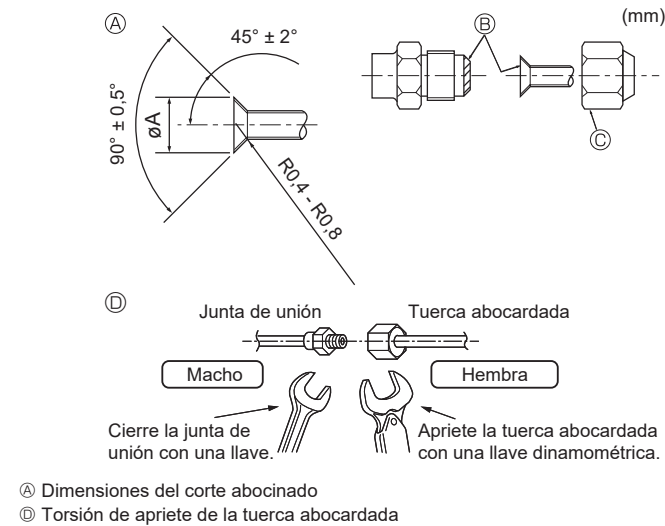

Fig. 4-1
(A) (Fig. 4-1)
(B) (Fig. 4-1)
4.2. Tubos de conexión (Fig. 4-1)
- Aplique una capa delgada de aceite refrigerante a la superficie tubo y de la junta de asiento antes de apretar la tuerca de abocardado. (A)
- Aplique aceite refrigerante para máquinas en toda la superficie abocinada. (B)
- Utilice las tuercas abocardadas para el siguiente tamaño de tubería. (C)
- Utilice 2 llaves de apriete para apretar las conexiones de los tubos. (D)